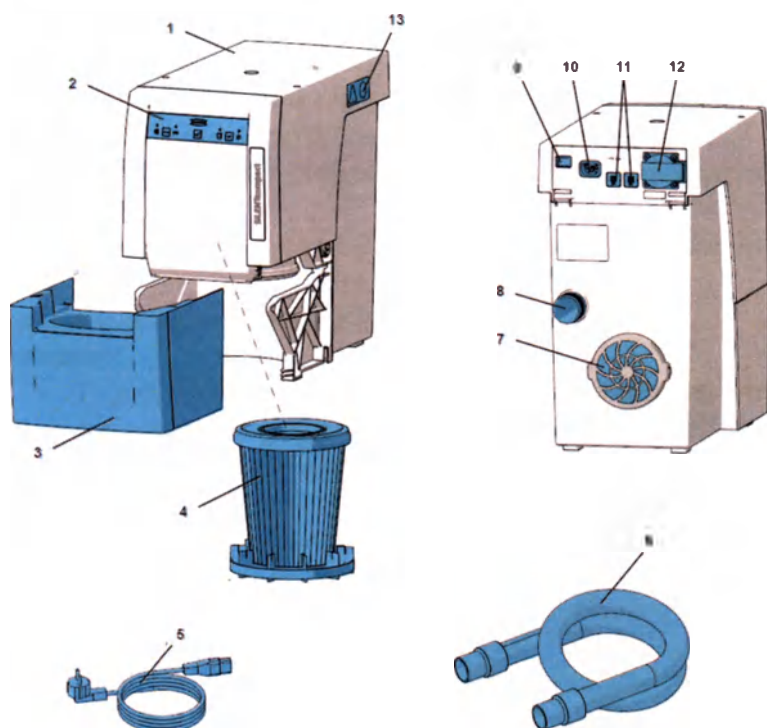

Рис.50
Конструктивные и функциональные элементы (рис. 50)
1. Выключите прибор, нажав на выключатель (9).
2. Вставьте сетевой кабель (5 рис. 50) в гнездо подключения к сети (10).
1. Натяните всасывающий шланг (6, рис. 50) на всасывающий патрубок (8).
4. Включите штекер сетевого кабеля аппарата пескоструйного в штепсельную розетку устройства отсоса (12)